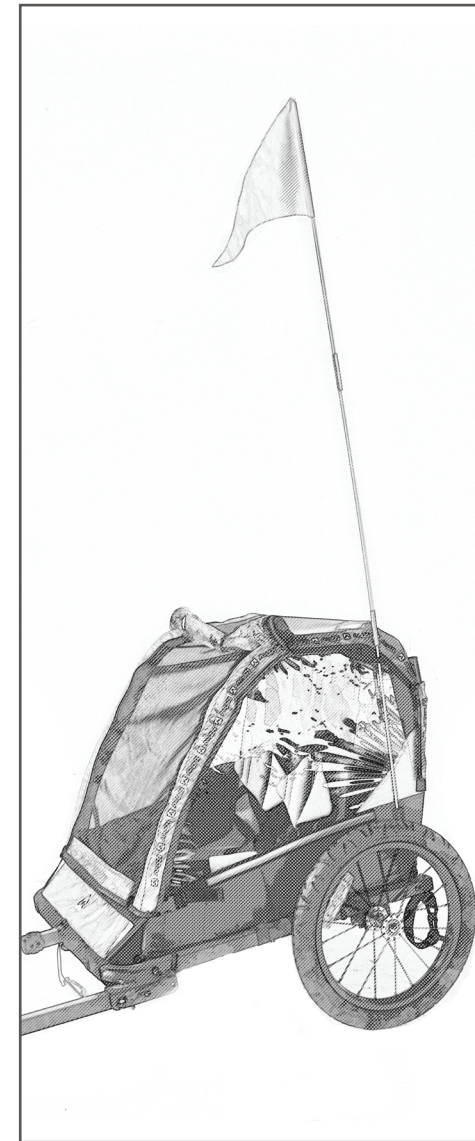

図23
2. トレーラー・キャビン・ファブリックのフラグ・ポケットを探してフラグをポケットに挿入してください(図23)。